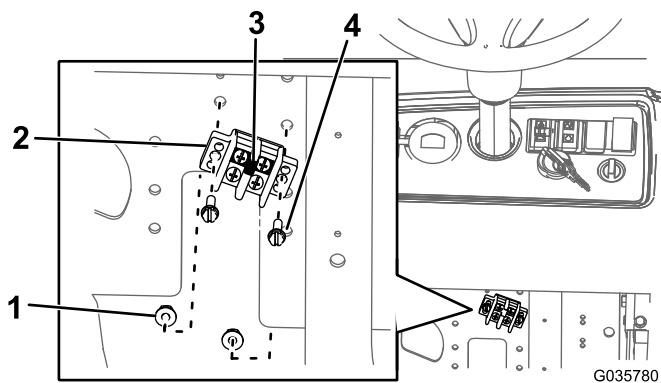

Рисунок 13
- А. Установите плоскую перемычку на блок заземления (Рисунок 13).
- В. Установите блок заземления на монтажную пластину, используя два болта (№ 10 x 3/4 дюйма) и две гайки (№ 10), как показано на Рисунок 13.